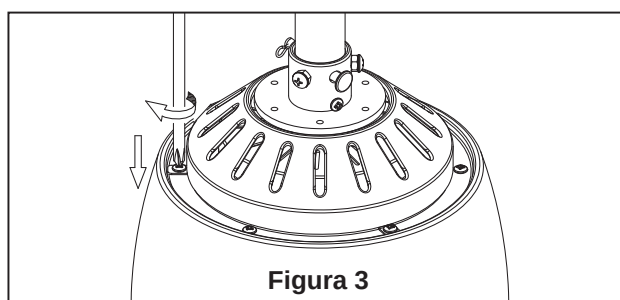

Figura 3
- ☐ **3.** Vuelva a instalar la carcasa superior en la unidad del motor utilizando los tres tornillos anteriormente extraídos. (Figura 3)